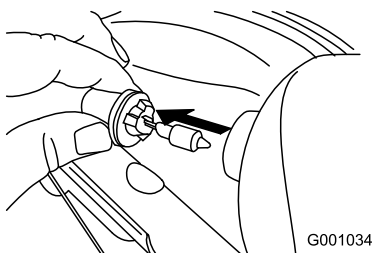

Bild 52
3. Nehmen Sie die Glühbirne hinten am Scheinwerfer gerade heraus (Bild 52).